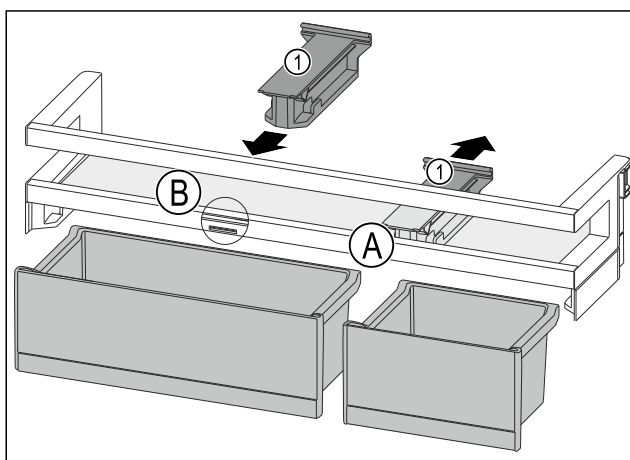

Fig. 107
- ▶ Снимите крепление Fig. 107 (1) в позиции Fig. 107 (A), отодвинув его назад.
- ▶ Установите крепление Fig. 107 (1) в позиции Fig. 107 (B).